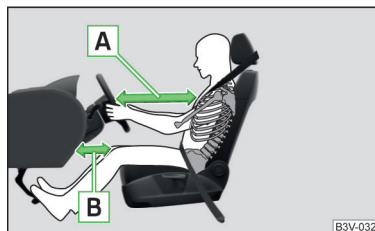

Fig. 10
- Atât pentru șofer cât și pentru pasagerul față este important să păstreze o distanță de aproximativ 25 cm față de volan, respectiv de planșa de bord » fig. 10 - [A]. Dacă nu se respectă această distanță, sistemul airbag nu își poate exercita eficiența maximă – pericol de moarte! Pe lângă acestea, scaunele din față și tetierele trebuie să fie întotdeauna reglate în funcție de mărimea corpului.
- Reglați longitudinal scaunul șoferului în așa fel, încât distanța de la picioarele la planșa de bord să fie de minim 10 cm în zona airbagului pentru genunchi » fig. 10 - [B]. Dacă, din rațiuni de mărime corporală, nu este posibil să se îndeplinească această condiție, adresați-vă unei unități service specializate.